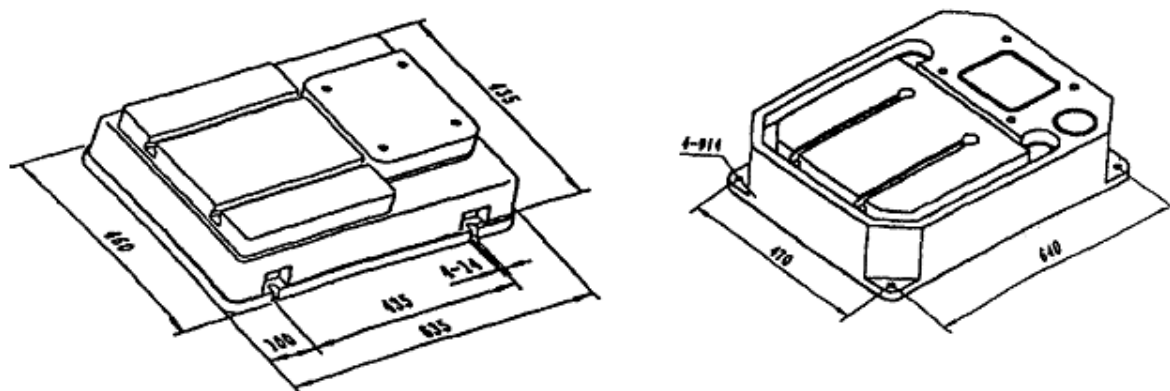

Fig. 1
- (1) Se a sua máquina for de coluna, apenas fixe-a na base.
- (2) Se a máquina não for de coluna, então é preciso furar a mesa onde ficará presa usando o gabarito de medidas da máquina (veja fig. 1). A seguir, prenda-a na base com parafusos.